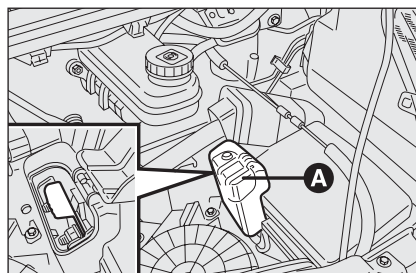

fig. 1
- ☐ soulever le volet A pour rejoindre la connexion au pôle positif de la batterie fig. 1.